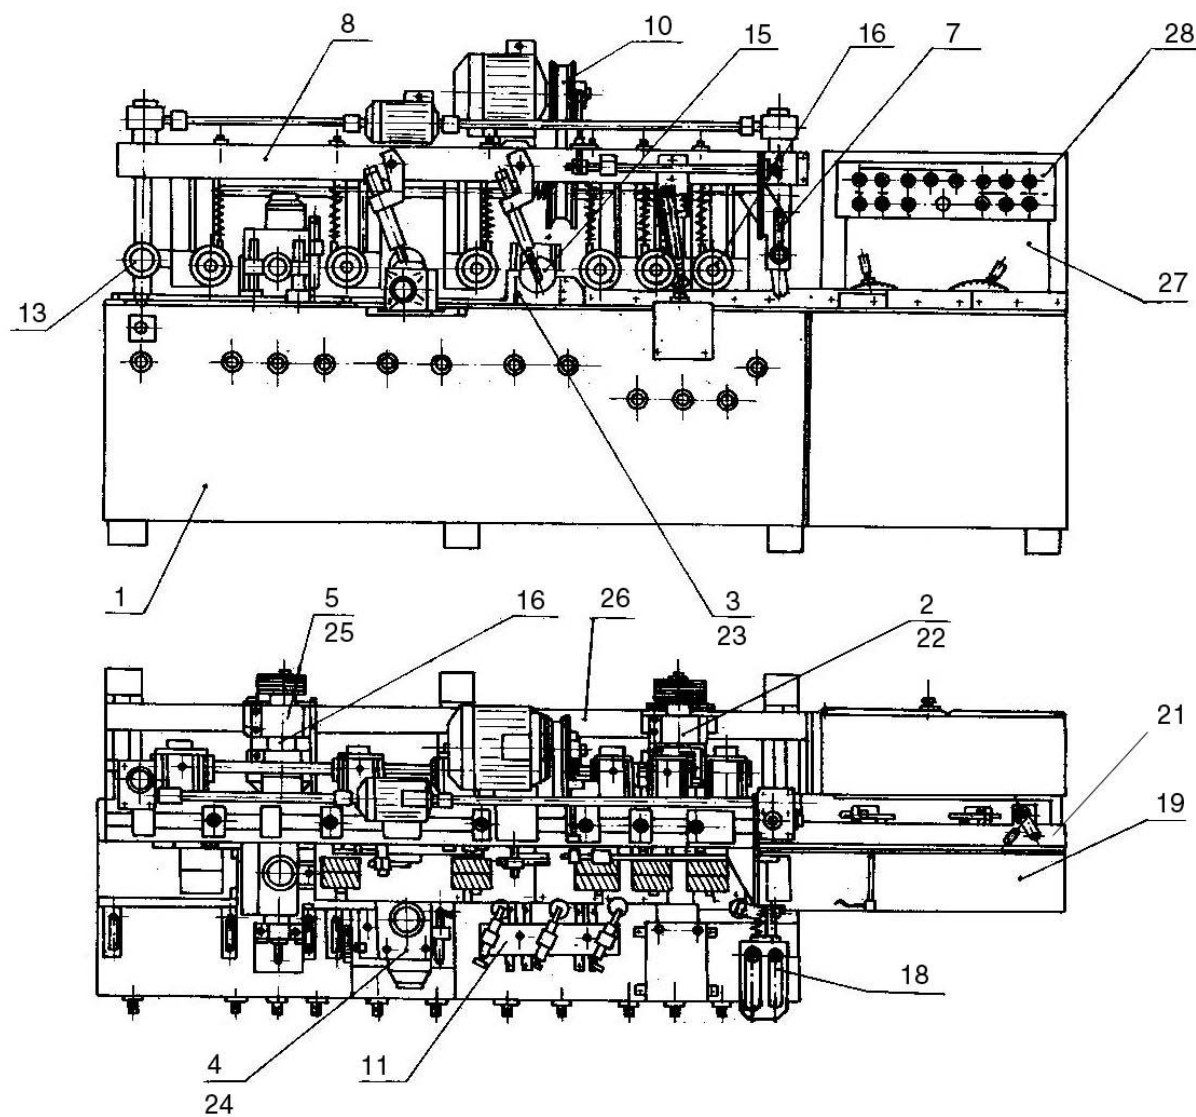

Рис.3 Расположение составных частей станка.
Общий вид и основные части станка показаны на рис. 3, перечень составных частей представлен в табл.5
* На рис. 3 не показаны.